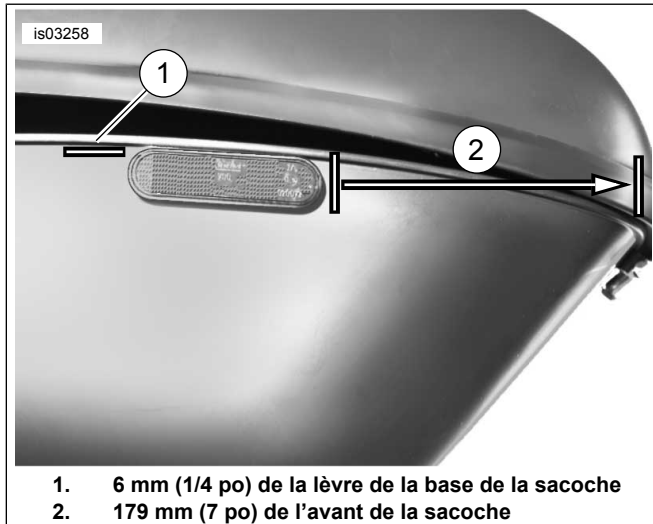

Figure 15. Installer le réflecteur sur la sacoche
1. Voir Figure 15. Positionner le réflecteur à environ 179 mm (7 po) de l'avant de la sacoche et 6 mm (1/4 po) de la lèvre de la base de la sacoche.